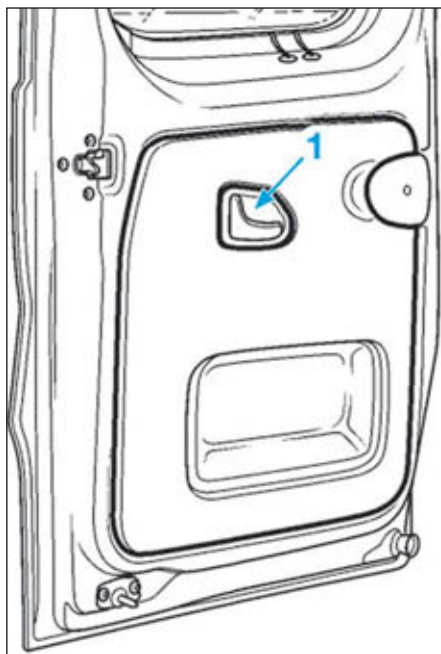

FIG.115
- la vis (1) de la commande d'ouverture intérieure (Fig.115),